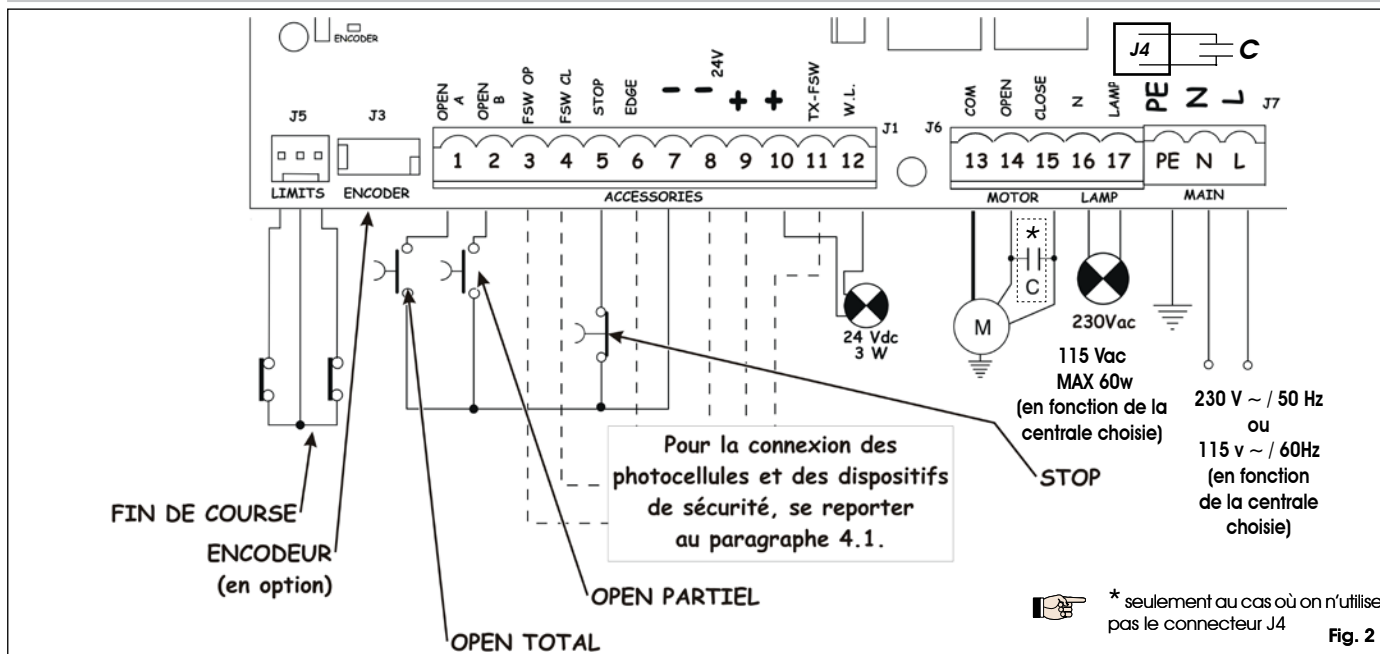

Fig. 2
4.2. Bornier J7 - Alimentation (fig. 2)	page.24
4.3. Bornier J6 - Moteurs et feu clignotant (fig. 2)	page.24
4.4. Bornier J1 - Accessoires (fig. 2)	page.24
4.6. Connecteur J6 - Embrochage rapide du Fin de course (fig. 2)	page.25
4.7. Connecteur J3 - Embrochage rapide de l'Encodeur (fig. 2)	page.25
Connecter la terre à la borne spécifique prévue sur le connecteur J7 de la platine (voir fig.2).
**4.2. Bornier J7 - Alimentation (fig. 2)**
**4.3. Bornier J6 - Moteurs et feu clignotant (fig. 2)**
**4.4. Bornier J1 - Accessoires (fig. 2)**